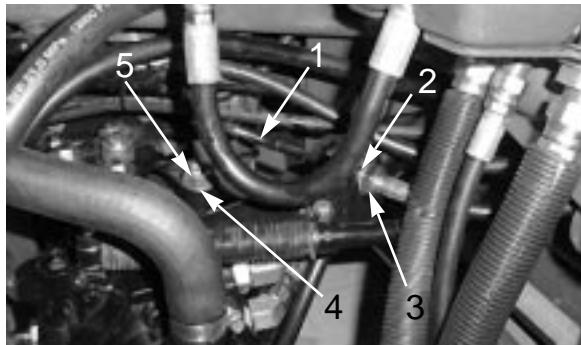

図52
- A. 走行ケーブルをハイドロスタッドのバルクヘッドに取り付けているジャムナット（図52）を両方ともゆるめる。ジャムナットは調整ができるよう十分に、また均等にゆるめること。
注：偏芯ナットをハイドロスタッド上部に止めているナット（図52）をゆるめてください。
- C. どちらにも車輪が回らない位置まで偏芯ナットを回して調整する。調整ができたら固定ナットを締める（図52）。スロットルSLOWおよびFAST位置で調整が正しいことを確認する。
- D. バルクヘッドのそれぞれの側から、ロックナットを均等にしめて、ケーブルを固定する（図52）。このときケーブルをねじらないように注意する。